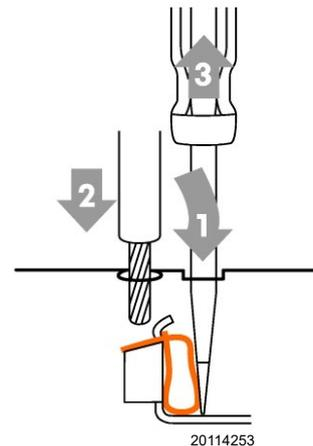

Abb. 32
Öffnen Klemmentyp "B" (Abb. 32)
- Führen Sie das vorher von der Isolierung befreite Kabel ein und ziehen Sie den Schraubenzieher heraus. Vergewissern Sie sich, dass das Kabel richtig befestigt ist Abb. 32.